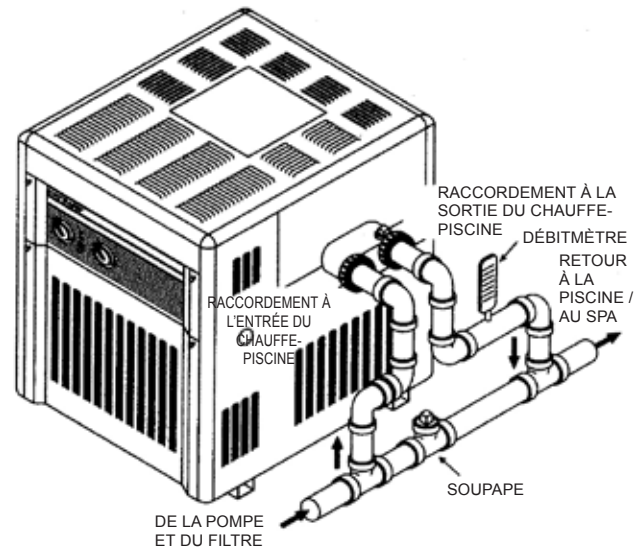

Figure 24: Soupape de dérivation manuelle
6. Si le débit normal du système de filtration et de la pompe dépasse 125 gal/min, une soupape de dérivation manuelle, illustrée à la figure 24, doit être installée comme suit : installer un débitmètre sur la conduite de sortie du chauffe-piscine. Régler la soupape de dérivation manuelle jusqu'à ce que le débit se trouve dans la plage indiquée pour le chauffe-piscine. Lorsque la soupape est réglée, la position doit être notée et la poignée de la soupape enlevée pour éviter tout réglage ultérieur.